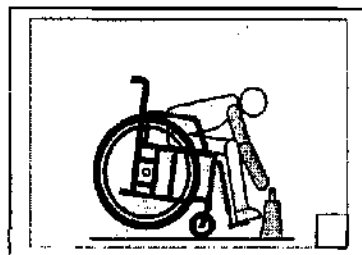

Рис. 4
6.4. Чтобы коляска не опрокинулась, когда наклоняетесь или тянетесь вперёд, сядьте вплотную к спинке коляски и сориентируйте коляску так, чтобы передние колёса были повернуты вперёд (рис.4 и 5).